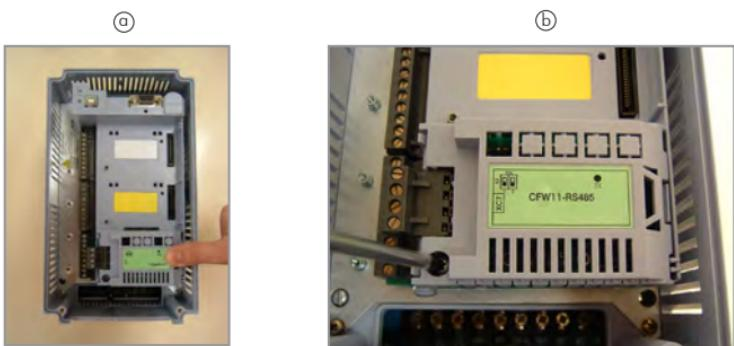

Figura 3: Instalación del accesorio en el “slot”
**Paso 2:** Enclave cuidadosamente el módulo en el “slot 3” del CFW-11 o CFW70X (figura 3 (a));
**Paso 3:** Coloque y apriete el tornillo de puesta a la tierra y fije el módulo (figura 3 (b));